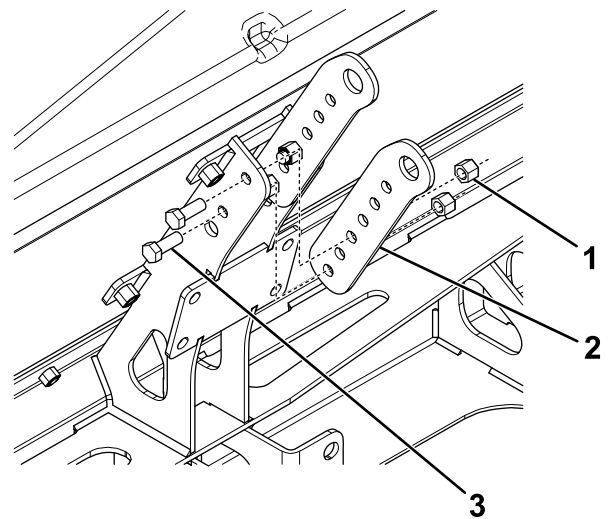

**Bild 12**
2. Positionieren Sie die Unterlenker so am Streuer, dass der Abstand zwischen den Mittelpunkten der in Bild 12 dargestellten Bohrungen etwa den in Schritt 1 ermittelten Länge entspricht.